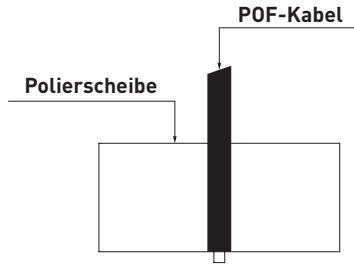

Bild 1 - Polierscheibe mit Führung für die POF-Faser
- Vor dem Crimpen die POF-Faser in die Polierscheibe (CLDL DD) einsetzen, wie in Bild 1.